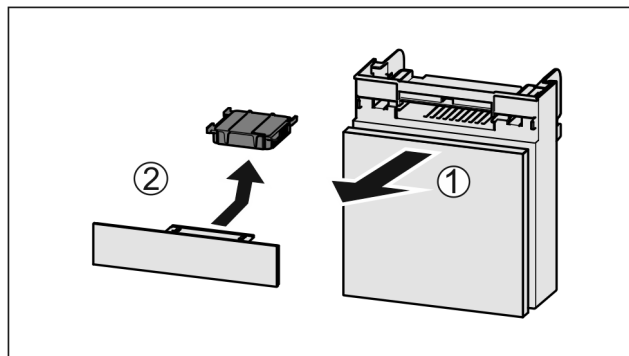

Fig. 210
- Fach nach vorne herausziehen Fig. 210 (1).
- Aktivkohlefilter entnehmen Fig. 210 (2).